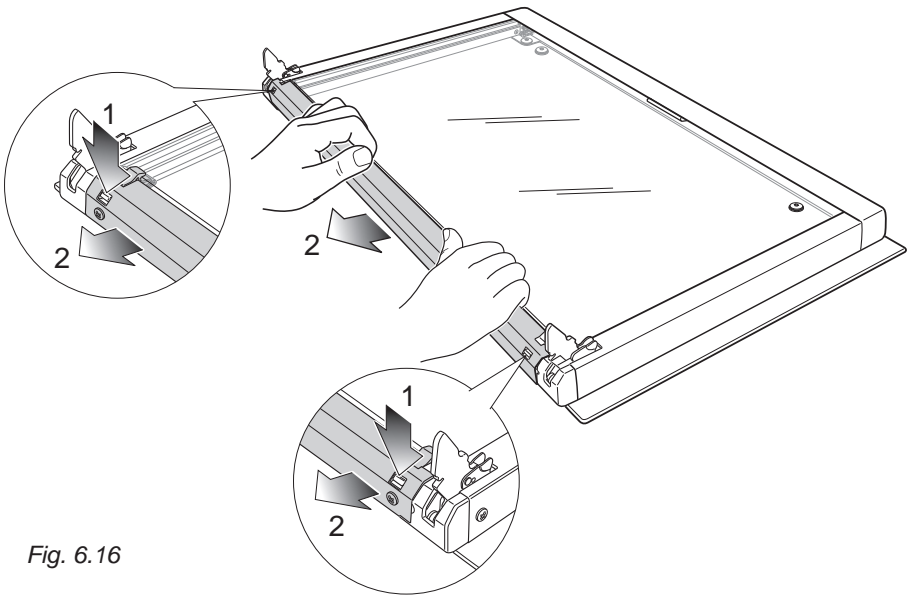

Fig. 6.16
**IMPORTANT:** La porte du four doit être placée en position horizontale comme dans la figure 6.16.